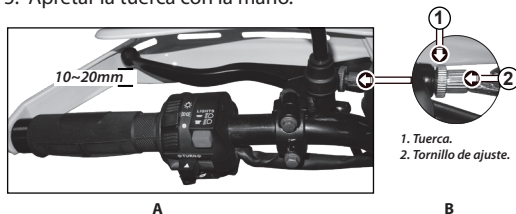

Imagen 18. Ajuste de la palanca del embrague.
2. Ubicar la tuerca y el tornillo de ajuste del chicote de embrague. Ver imagen 18-B.
4. Girar el tornillo de ajuste del chicote a la izquierda para reducir la carrera libre y a la derecha para aumentarla. La carrera libre del extremo de la palanca del embrague debe estar entre los 10~20 mm. Ver imagen 18-A.